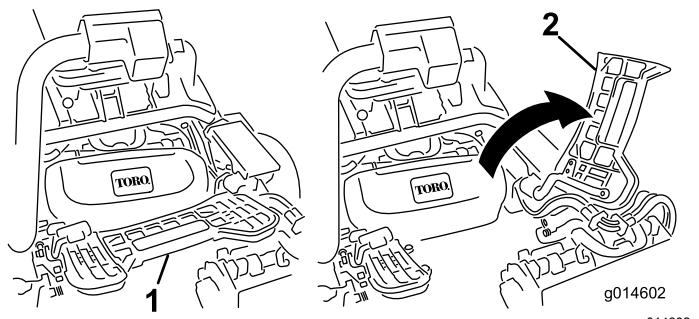

Figura 43
1. Sollevate il poggiapiedi e ruotatelo per aprirlo, creando accesso alla posizione dell'apparato di taglio centrale (Figura 43).